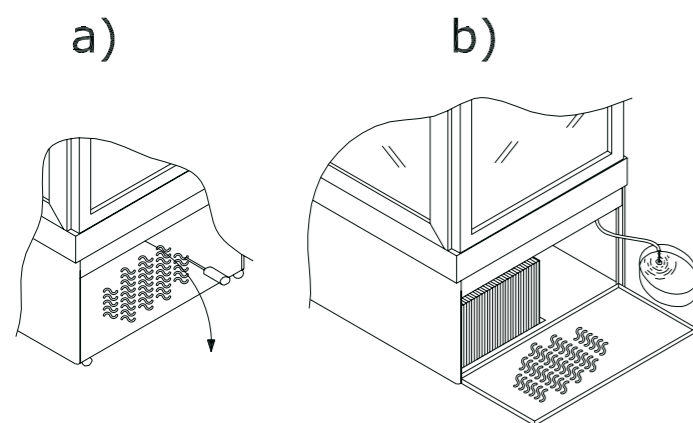

fig. 3.7
4. Sganciare il tubetto di gomma dal supporto posizionato all'interno del vano motore e metterlo in un recipiente (Fig. 3.7).